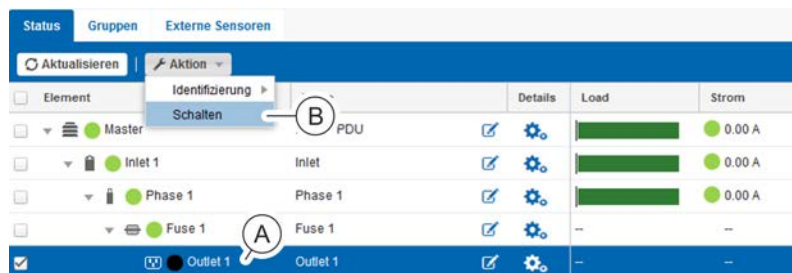

Abb. 144: Menü "Status" – Registerkarte "Status"
- In der Registerkarte "Status" die gewünschte Steckdose auswählen (Abb. 144/A).
- Über „Aktion → Schalten“ (Abb. 144/B) das Fenster "Schalten" aufrufen.